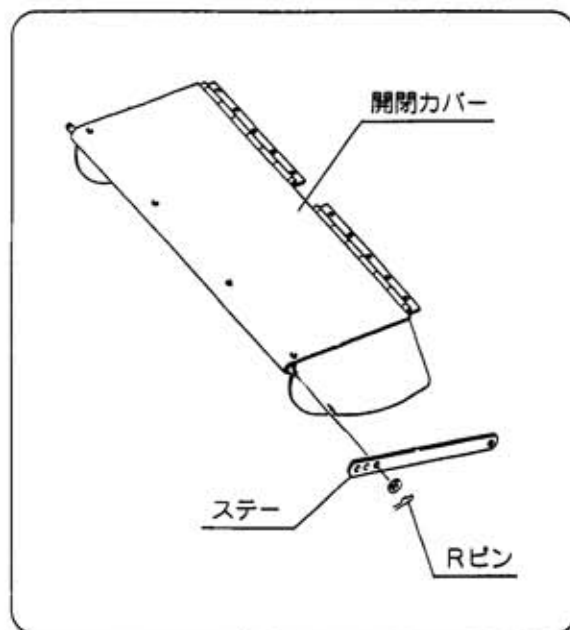

図38
- ④ 圃場や草の条件により、草を前に飛ばしたくないときには、Rピンを抜いてステアーを差替えてください。開閉カバーが低くなり草が飛ばなくなります。(図38)